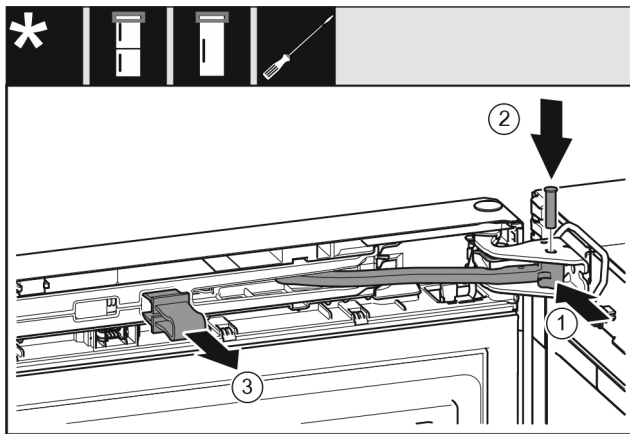

Fig. 25
- ▶ Поверните шарнир Fig. 25 (1) в опорном кронштейне.
- ▶ Вставьте палец Fig. 25 (2) в опорный кронштейн и шарнир. При этом проследите за тем, чтобы выступ фиксатора занимал правильное положение в пазу.
- ▶ Снимите предохранитель Fig. 25 (3).